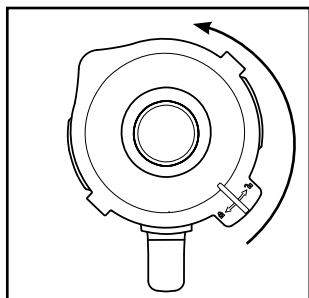

Fig. 1
- 1) Scoateți recipientul de amestecare ③ drept, în sus din blocul motor ⑥.
- 2) Îndepărtați capacul ② rotindu-l în sens antiorar, în poziția  (a se vedea fig. 1), până când îl puteți ridica.
- 3) Umpleți recipientul de amestecare ③ cel puțin până la reperul inferior al scalei ⑧ și cel mult până la marcajul MAX. Pentru rezultate optime vă recomandăm următoarele cantități maxime de umplere: